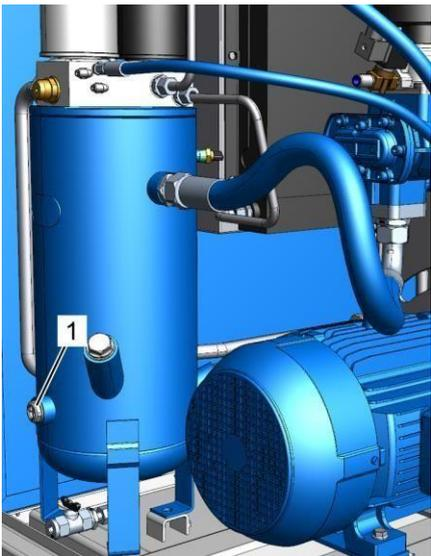

Рис. 32: Проверка уровня охлаждающей жидкости через смотровое отверстие
7. Проверьте уровень охлаждающей жидкости через смотровое отверстие ( Рис. 32/1) и при необходимости долейте охлаждающую жидкость, как описано в ↪ Глава 8.4.2 «Проверка уровня охлаждающей жидкости / доливка охлаждающей жидкости» на странице 119.